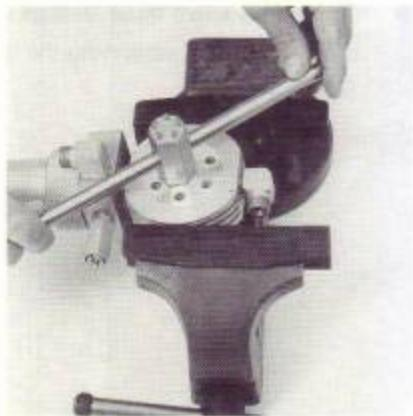

Abb. 8
- Unscrew the intake valve (4) with the special wrench (part no. KB 4555-645). (see fig. 8).
- Saugventil (4) mit Spezialschlüssel Best.-Nr. KB 4555-645 herausschrauben. (Siehe Abb. 8).
- Always replace o-ring (8).
- When reassembling the discharge valve (3), grease o-ring (8) slightly with vaseline.
- Carefully press in the pressure valve (3) (do not tilt!).
- Screw the intake valve (4) tightly with the special wrench (part no. KB 4555-645). (see fig. 8). The cutting ring must cut into aluminium.
- O-Ring (8) generell erneuern.
- Bei Montage des Druckventils (3) den O-Ring (8) leicht mit Vaseline einfetten.
- Druckventil (3) vorsichtig eindrücken (nicht verkanten).
- Saugventil (4) mit dem Spezialschlüssel Best.-Nr. KB 4555-645 fest einschrauben. Schniedring muß sich ins Aluminium einschneiden. (Siehe Abb. 8).